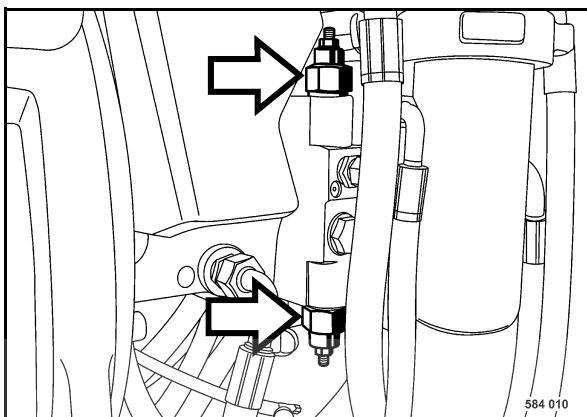

Fig. 108
- Desserrer les contre-écrous des deux limiteurs haute pression (Fig. 108) pour ouvrir le by-pass de la pompe d'entraînement de translation.